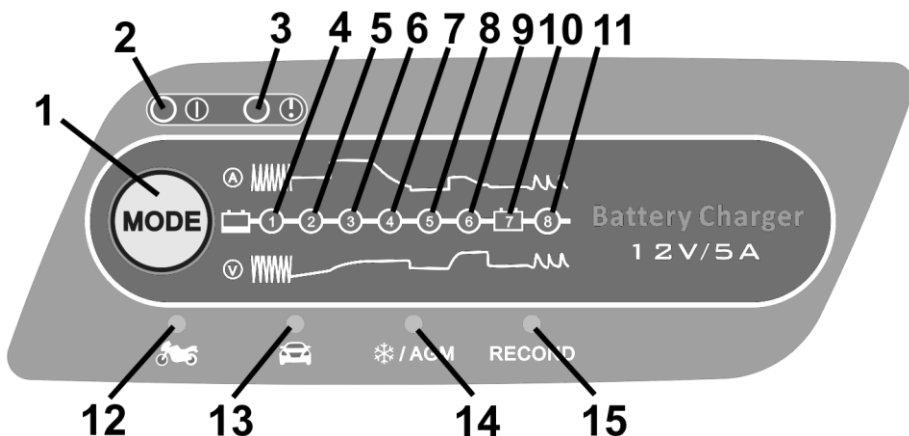

Рисунок 1
## 2.3 Лицьова панель виробу (рисунок 1)
2. Підключіть зарядний пристрій до розетки електроживлення 220 В, 50 Гц. У разі правильного підключення шнура живлення до розетки буде світитися індикатор електроживлення (2). У разі неправильного підключення затискачів батареї загориться індикатор помилки (3). При цьому захист від зворотної полярності не допускає пошкодження батареї і зарядного пристрою.
3. Натисніть кнопку **РЕЖИМ** (1) для вибору програми заряджання.
4. Слідкуйте за процесом заряджання по індикації на дисплеї (4-8 етапів). Пуск двигуна від батареї можливий при індикації **ЕТАПУ 4** (7, рисунок 1). Батарея повністю заряджена при індикації **ЕТАПУ 7** (10, рисунок 1).